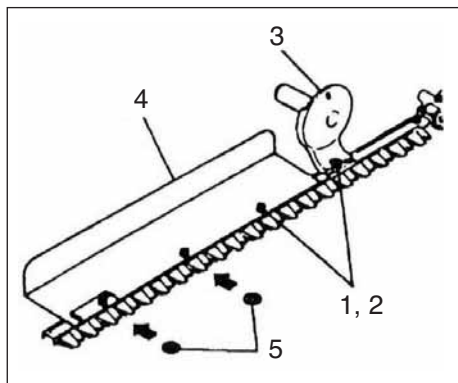

Рис. 1-1
Рукоятка В (3) и накопительная пластина (4) (Рис. 1-1)
1. Демонтировать четыре шайбы и гайки (1) на конце режущего лезвия.